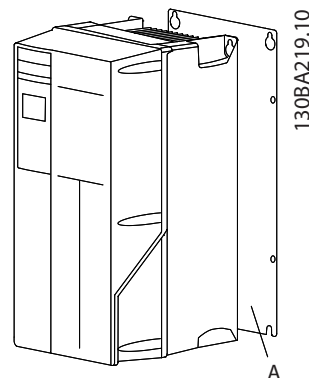
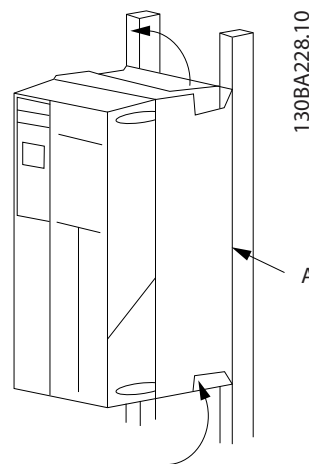

Ilustración 2.2 Montaje correcto con placa posterior
Ilustración 2.3 Montaje correcto con ralles
- Monte la unidad en una superficie plana sólida o en la placa posterior opcional para proporcionar flujo de aire de refrigeración (consulte *Ilustración 2.2* y *Ilustración 2.3*)